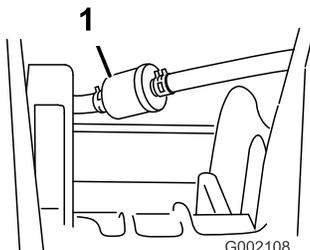

Bild 36
5. Entfernen Sie die Klemmen, mit denen der Kraftstofffilter an den -leitungen befestigt ist (Bild 36).